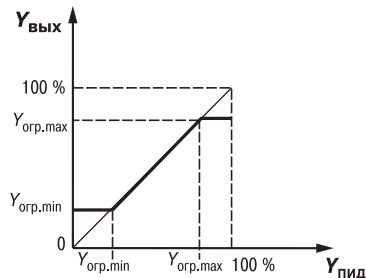

Рис. 9
– максимальный $Y_{огр. max}$ и минимальный $Y_{огр. min}$ (**рис. 9**).